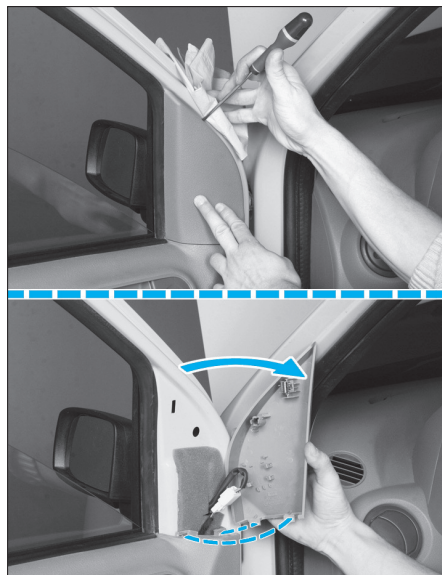

FIG. 32
• Dégrafer l'enjoliveur intérieur de rétroviseur comme illustré (Fig.32), puis dégrafer le connecteur du rétroviseur de son enjoliveur.